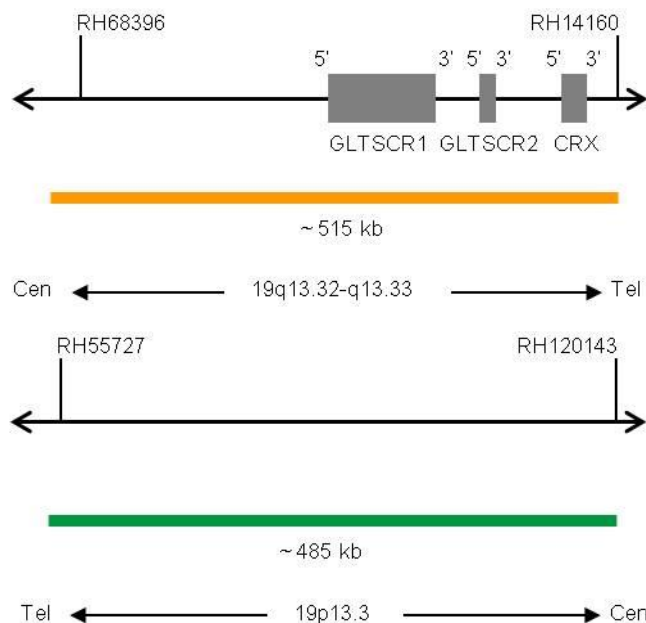

Fig. 1. arriba: mapa de la sonda SPEC 19q13, abajo: mapa de la sonda SPEC 19p13 (no está a escala)
- Polinucleótidos marcados en naranja (excitación a 547 nm/emisión a 572 nm) ZyOrange (~1,5 ng/ μ l), dirigidos a secuencias localizadas en 19q13.32-q13.33* (chr19:47,857,776-48,374,564) (ver Fig. 1).
- Polinucleótidos marcados en verde (excitación a 503 nm/emisión a 528 nm) ZyGreen (~10, ng/ μ l), dirigidos a secuencias localizadas en 19p13.3* (chr19:658,555-1,144,465) (ver Fig. 1).